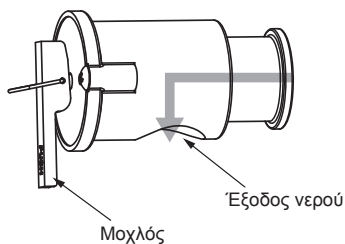

Fig. 4-2
4.4. Εξαρτήματα για τα οποία απαιτείται τακτική επιθεώρηση (Fig. 4-2)